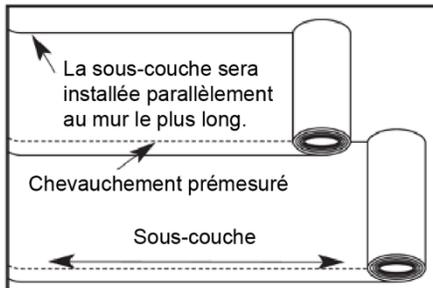

Figure 12
- La sous-couche du plancher flottant est déjà dotée d'un ruban adhésif double face pour faciliter la pose de ruban adhésif sur les jonctions coupées au préalable qui se chevauchent (**Figure 12**). Si une sous-couche non dotée de ruban adhésif est utilisée, abotez toutes les jonctions et apposez-y du ruban adhésif.